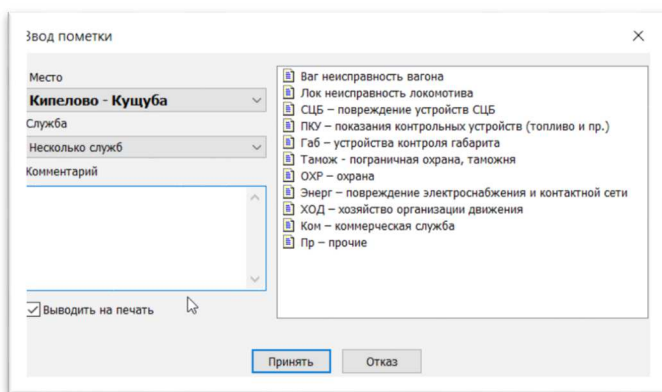

Рис.71. Окно «Ввод пометки»
3. В появившемся диалоговом окне (см. рис.71) выбрать тип пометки или указать службу для пометки
2. Появится окно «Ввод пометки на ГИД» с текстом пометки (см. рис.71).